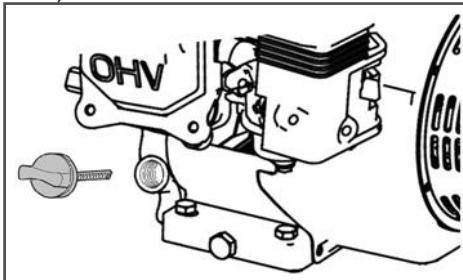

Рис. 5 Крышка-щуп маслозаливной горловины
- Выкрутите крышку-щуп маслозаливной горловины и извлеките щуп (Рис. 5).